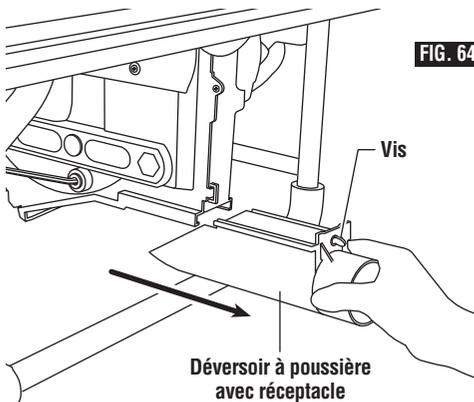

FIG. 64
1. Desserrez le vis de fixation du déversoir à poussière avec réceptacle. Voir Fig. 64.